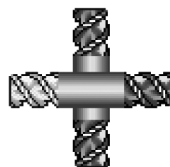

图 2-29 定义刀具方向
6) 打开刀具 #1 对话框。第一个操作是在工件上钻中心孔，所以刀具在图 2-29 中的方向，是沿着 Z 轴接近，刀具的方向设定如图 2-29 所示。刀具方向是沿着 Z 轴正向接近端面操作的方向。